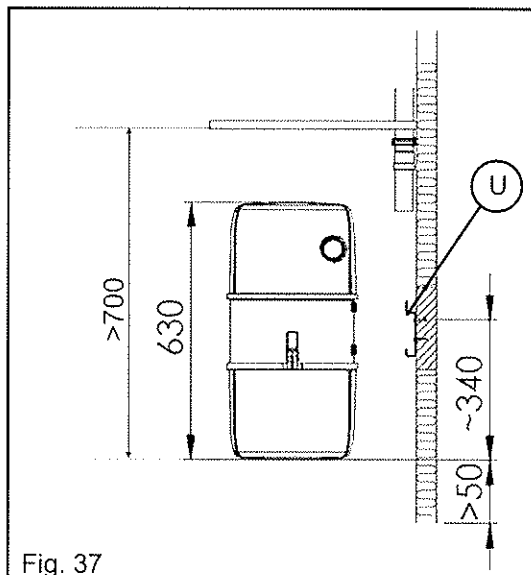
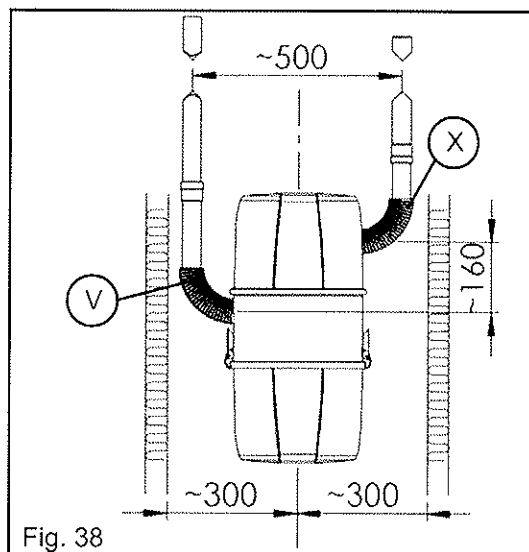

Fig. 37
Fig. 38
Med centralenheten följer ett väggstativ (U) som skruvas stadigt fast i väggen [fig. 37]. Du kan montera väggstativet på önskad höjd, men så att det blir ett minst 50 mm fritt utrymme under centralenheten för att man ska kunna tömma skräpbehållaren. Lyft upp centralenheten på väggstativet. Koppla sugröret med spiralslangen (V) till centralenheten, koppla utblåsningsröret med spiralslangen (X) till utblåsningsröret som leder ut [fig. 38]. Anslut lågspänningsledningarna till lågspänningskontakten i enheten.